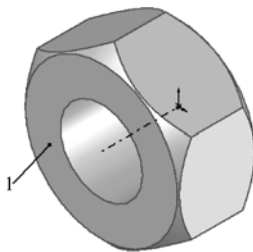
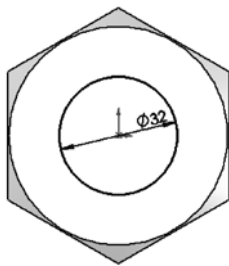

图 5-120 拉伸切除后的图形
图 5-121 标注的草图 2
(4) 拉伸切除实体。选择菜单栏中的“插入”→“切除”→“拉伸”命令，或者单击“特征”工具栏中的（拉伸切除）按钮，此时系统弹出“切除-拉伸”属性管理器。在“终止条件”一栏的下拉菜单中，用鼠标选择“完全贯穿”选项，然后单击（确定）按钮。
(5) 设置视图方向。单击“标准视图”工具栏中的（等轴测）按钮，将视图以等轴测方向显示，结果如图 5-120 所示。
(6) 设置基准面。单击图 5-120 中表面 1，然后单击“标准视图”工具栏中的（正视图）按钮，将该表面作为绘制图形的基准面。
(7) 绘制草图。单击“草图”工具栏中的（圆）按钮，以原点为圆心绘制一个圆。
(8) 标注尺寸。单击“草图”工具栏中的（智能尺寸）按钮，标注圆的直径。结果如图 5-121 所示。